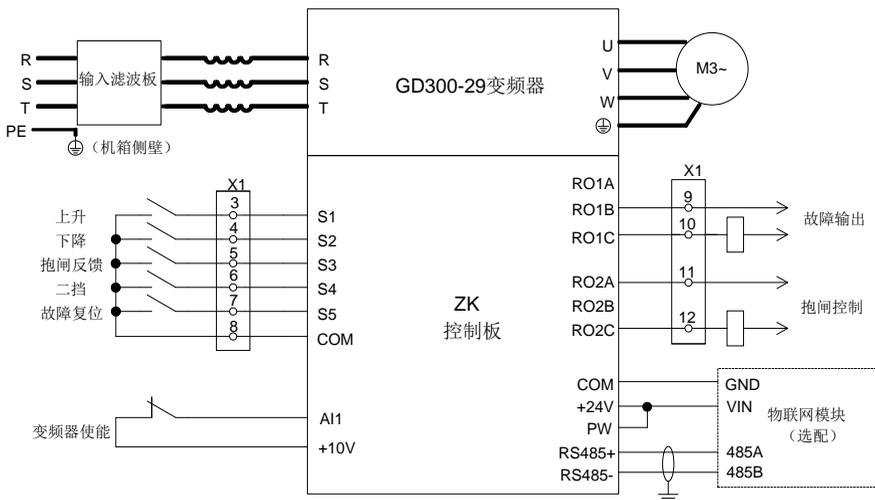

图 2.10 标准接线图
**注意：**如果用户在电网侧 R/S 相跨接了工频变压器（见图 2.10），在系统上电后不允许单独切断 R 相或 S 相；可以同时切断跨接工频变压器的这两相（R 和 S 两相），也可以单独切断 T 相。否则，会导致母线电压抬升，系统工作出现异常。